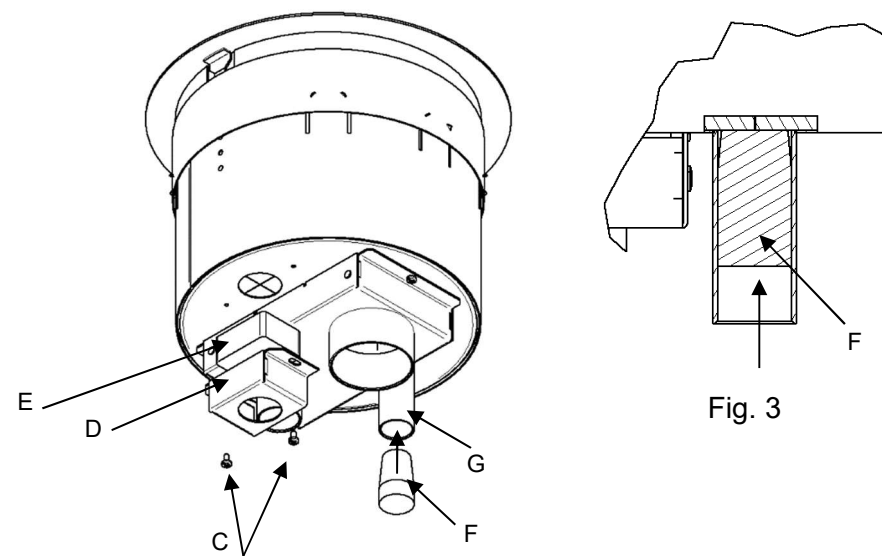

Fig. 2
5. Les bouchons intumescents et la boîte de raccordement sont livrés avec l'accessoire. Insérer le bouchon intumescent carré (E) dans la boîte de raccordement (D). Fixer la boîte de raccordement (D) à la boîte avec les vis (C) fournies. Serrer les vis à un couple de 0,7-1,1 N•m (6-10 lb•po). Consulter la Fig. 2. Insérer à fond le bouchon intumescent conique (F) dans l'accessoire EMT (G). Consulter les Fig. 2 et 3. **Remarque - Pour maintenir la classification de tenue au feu, les deux bouchons intumescents (E) et (F) doivent être installés.**